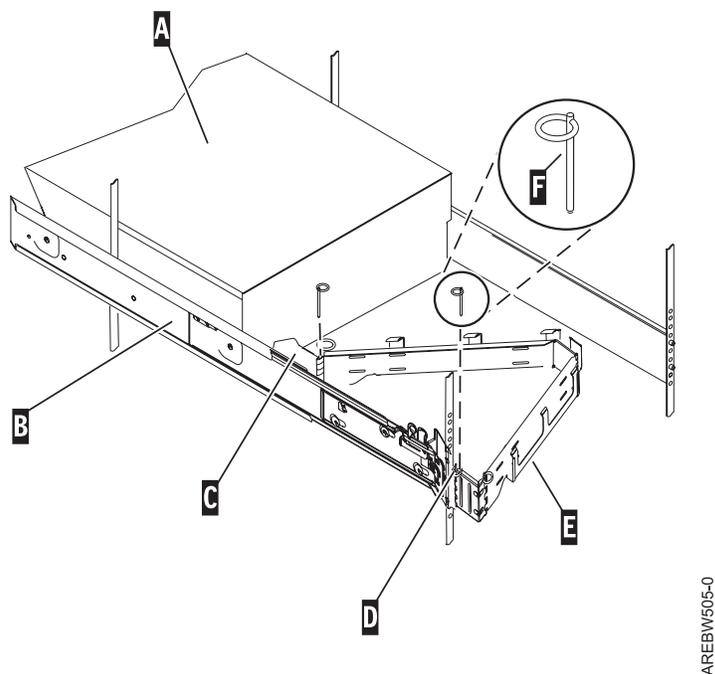

Figura 8. Fijación del brazo portacables
2. Utilice la patilla (F) para sujetar el brazo portacables (E) a la estructura del bastidor (D), tal como se muestra en Figura 8 en la página 10.